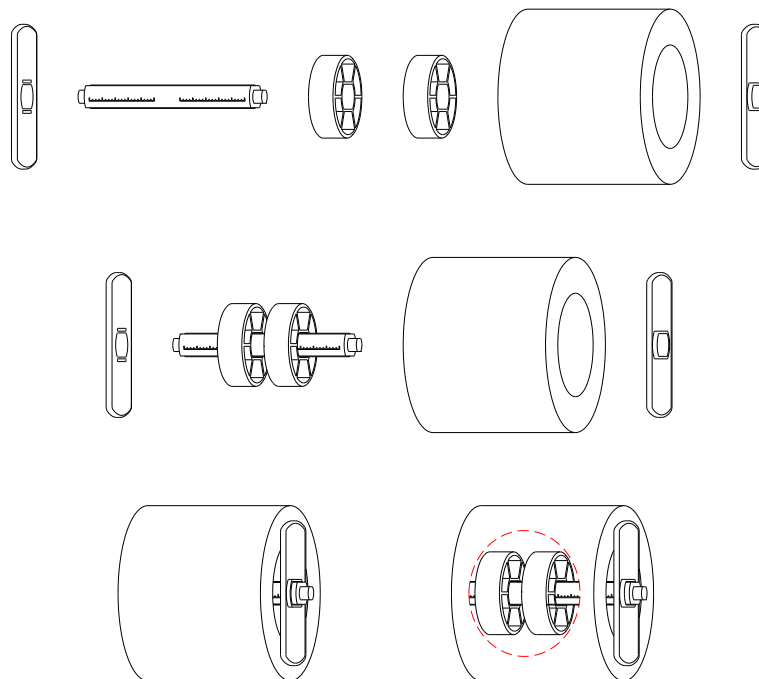

图 2-14 将纸卷套入纸卷轴
2. 取出纸卷轴，将纸卷套入纸卷轴（如果是 3 英寸大纸芯的纸卷，请套入纸卷轴套筒），将两个纸卷挡板分别从两边套入纸卷轴，光滑面朝向纸卷。如图 2-14 所示。